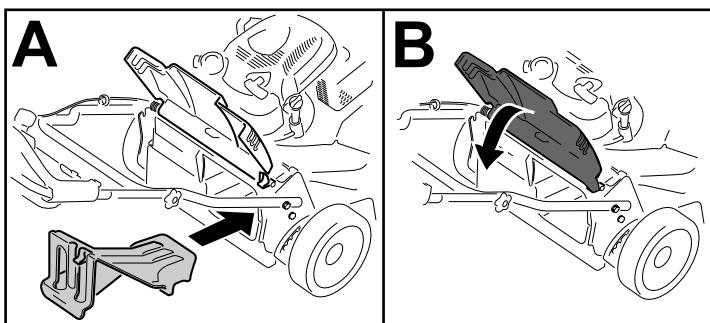

Figura 23
**Importante:** Certifique-se de que o bujão de descarga traseira está no lugar antes de reciclar as aparas de relva (Figura 23).